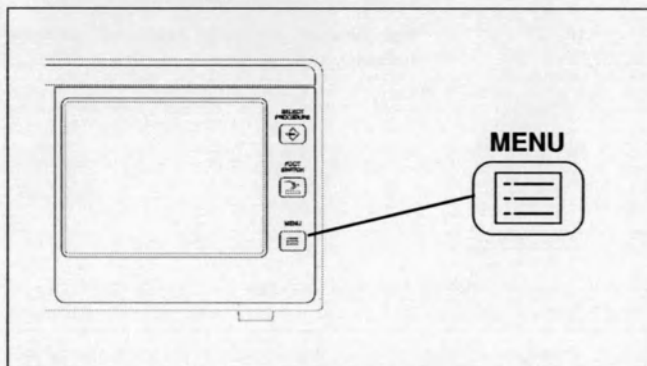

Рис. 4.5
1. Нажмите кнопку «MENU», расположенную справа от сенсорного экрана, как показано на рис. 4.5.